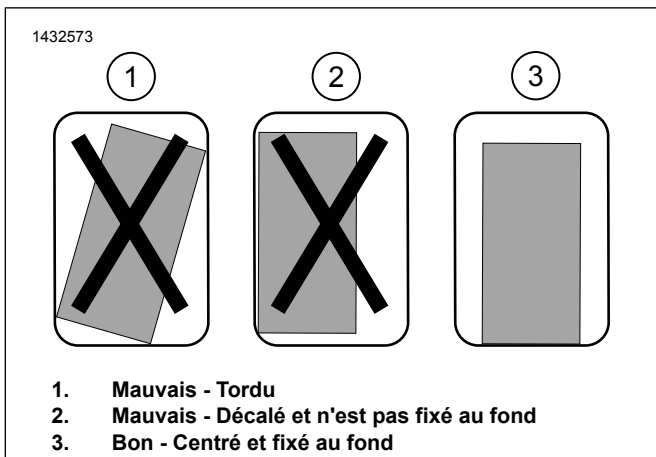

Figure 11. Installation du support de montage
a. Voir la figure 11. Vérifier le support de montage. Le support doit être parfaitement droit, centré et situé le plus près possible du fond de la sacoche.
c. Voir la figure 11. Vérifier le positionnement final en veillant à ce que le support soit droit, centré et situé le plus près possible du fond de la sacoche.